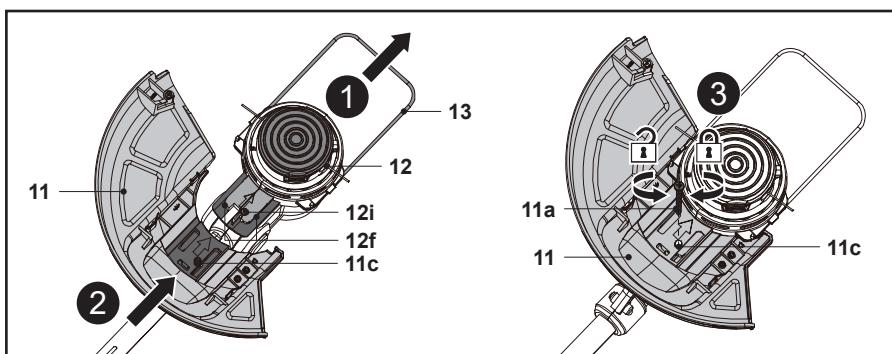

Fig. 1
1. Retourner la tête de coupe-bordures (12).
2. Sortir d'abord le protecteur de plantes (13) (Fig. 1, étape 1), puis aligner et faire glisser la protection (11) sur les glissières (12f) de la tête de coupe-bordures (12) (Fig. 1, étape 2). Insérer complètement la protection (11) et s'assurer que les trous de vis (11c, 12i) sont bien alignés.
3. Fixer la protection (11) avec la vis (11a) dans le sens des aiguilles d'une montre (Fig. 1, étape 3).